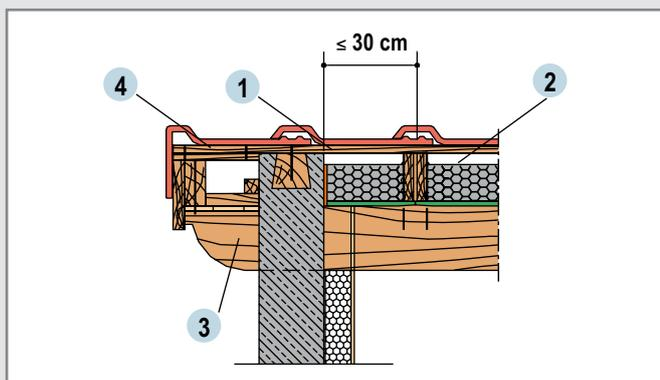

Fig. 15 : Débord en pignon supporté avec panne dépassante (panneau de butée de largeur ≤ 30 cm)
- **Panneau de butée, largeur ≤ 30 cm** (fig. 15)
- **Avec panne traversante :** le principe consiste à réaliser un caisson supporté par les pannes (fig. 15)